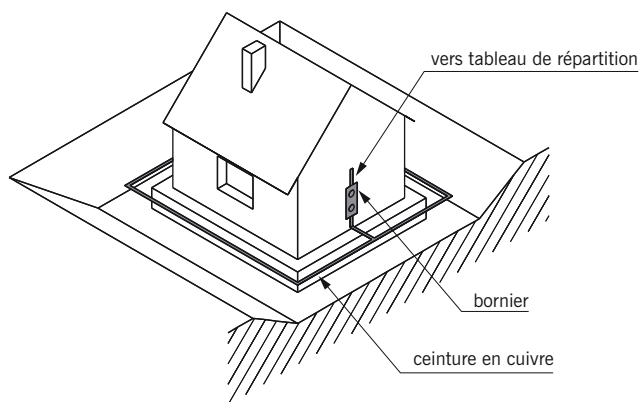

fig. 16.5
- Une **prise de terre** (fig. 16.5 et 16.6) : Il s'agit d'un dispositif enterré constitué soit par un conducteur en cuivre ceinturant l'habitation au niveau des fondations, soit par un piquet en acier galvanisé enfoncé verticalement dans le sol.